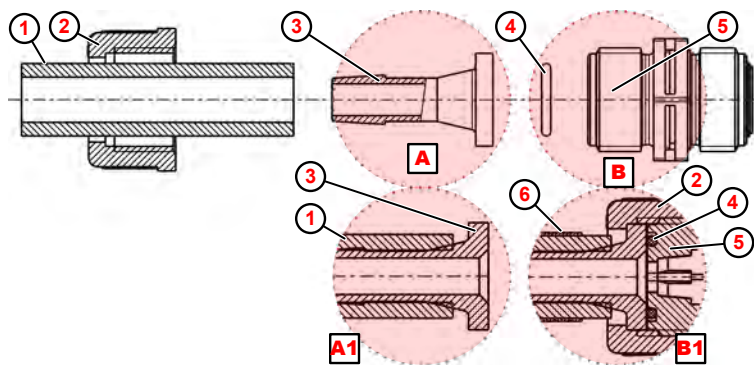

Fig. 9 : Raccord de conduit et flexible avec embout et collier de serrage
1. Couper droit le flexible (Fig. 9 , ①).
2. Enfiler le collier de serrage ⑥ sur le flexible ① .
3. Enfiler l'écrou-raccord ② sur le flexible ① .
4. Pousser le flexible ① jusqu'à la collerette de butée sur l'embout ③ (détail A1).
5. Placer le joint torique ④ dans la rainure de la soupape d'aspiration ou de refoulement ⑤ .
6. Serrer l'écrou-raccord ② à fond.
7. Pousser le collier de serrage ⑥ vers le bas et le serrer à fond (détail B1).